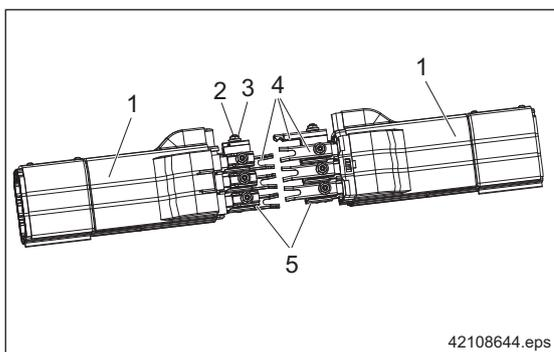

Fig. 18
- Glisser le profilé en U de connecteur de rail (4), ⇒ Fig. 18, Page 26 sur le connecteur de l'autre rail jusqu'au point d'arrêt.